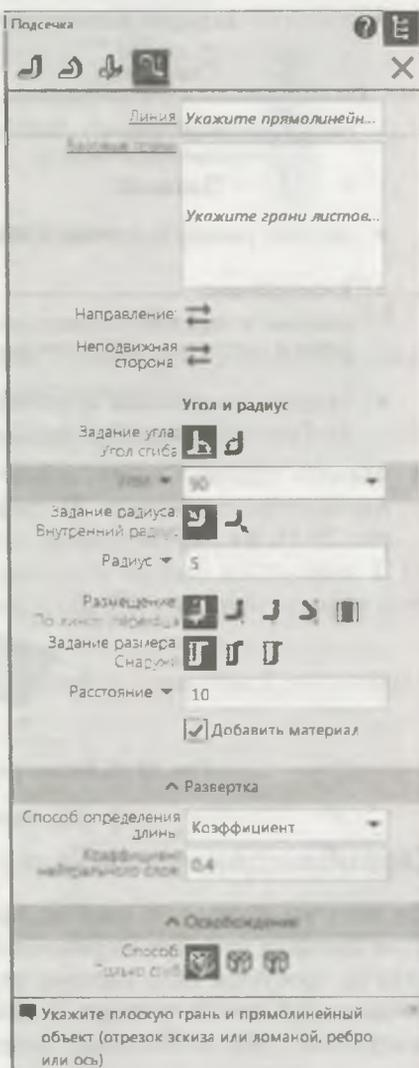

Рис. 29.18. Панель Параметры: Подсечка
- ◆ вызовите команду **Подсечка** — на панели **Параметры: Подсечка** (рис. 29.18) наименование выбранного объекта отобразится в поле **Линия**;